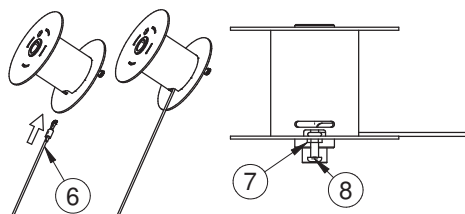

Abb. 4.4
4) Das neue Seil (Ref.6 Abb. 4.4) in die Bohrung einführen und die Öse unter der angeschweißten Mutter auf der Trommel positionieren (Ref. 7 Abb. 4.4) und die Schraube (Abb. 4.4, Ref. 8) eindrehen, bis die Seilöse eingerastet ist